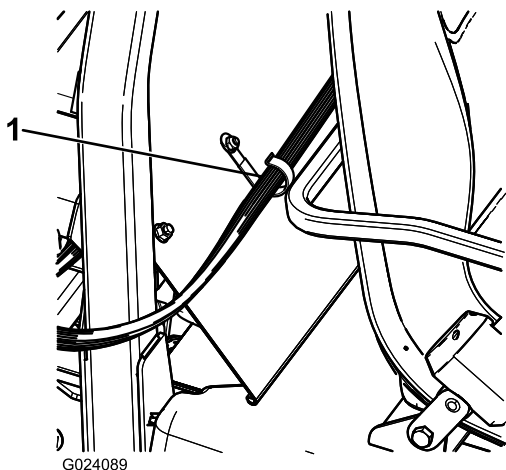

Figura 21
2. Installate un fermaglio a J dietro il sedile del passeggero usando un bullone ($\frac{1}{4}$ " x $\frac{1}{2}$ "") e un dado flangiato ($\frac{1}{4}$ "") (Figura 21).
3. Fissate il cablaggio del quadro di comando alla consolle e alla copertura del ROPS usando i fermagli a J (Figura 21).